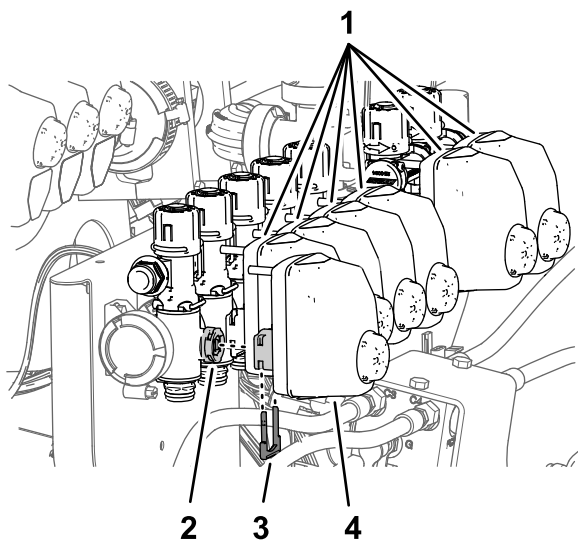

图99
1. 取出将阀门致动器固定到喷嘴阀 1 至 7 的卡环图99。
2. 从喷嘴阀 1 至 7 卸下阀门致动器图99。
10. 使用在步骤 1 中卸下的卡环将阀门致动器组装到喷嘴阀 1 至 7 图99。